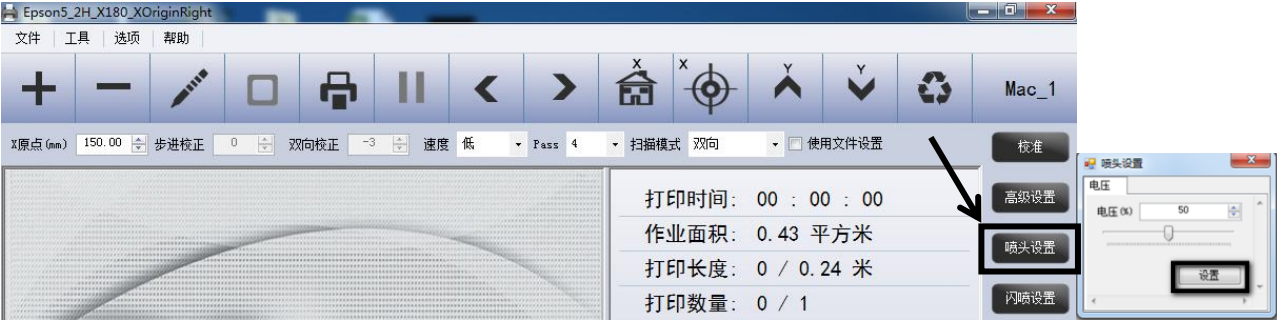

图 8.1 喷头设置
1、单击打印软件右边的“喷头设置”按钮，设置喷头电压为 50%，点击“设置”，如图 8.1。